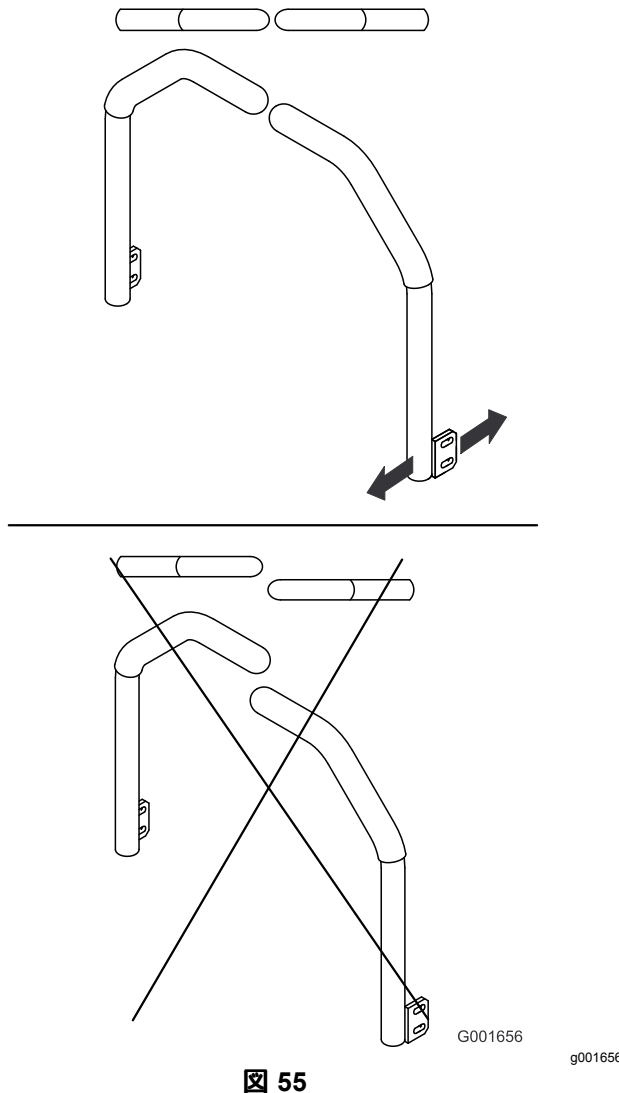

図 55
5. この状態で、左右のコントロールレバーが整列するように調整し、ボルトを締めて、各レバーをポストに固定する 図 55。